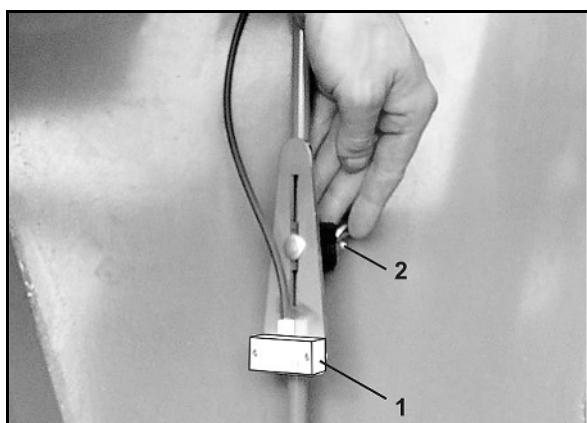

Рис. 73
3. Открутите гайку-баращек (Рис. 73/2).
4. Установите высоту датчика уровня (Рис. 73/1) в соответствии с необходимым остаточным количеством посевного материала.
5. Затяните гайку-баращек (Рис. 73/2).
Монтаж датчика уровня выполняйте как показано на рисунке (Рис. 73)!